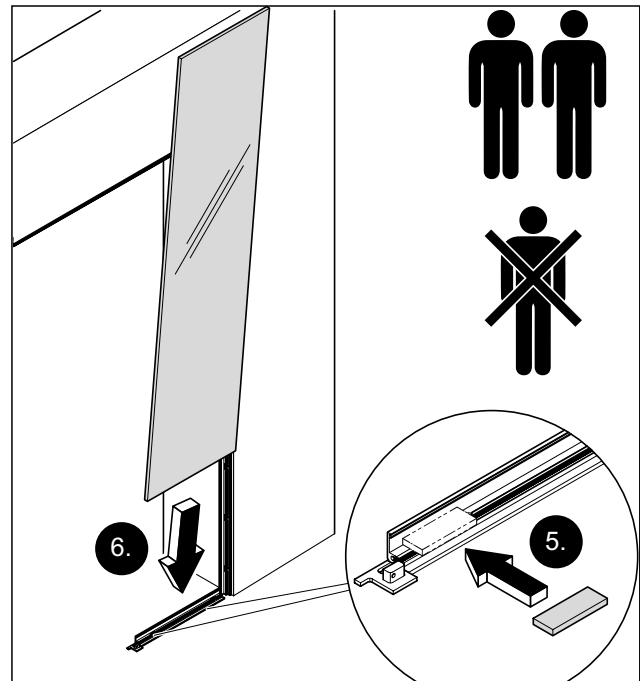

Abb. 33 Das Seitenteil zu zweit auf die Klotzhölzer setzen
5. Die unteren Klotzhölzer bedarfsgerecht vorbereiten (Abb. 33).